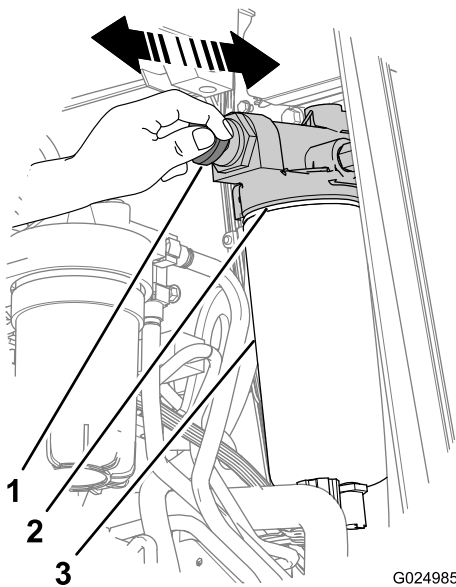

Bild 81
3. Reinigen Sie den Kopf der Kraftstoffpumpe und der Entlüftungspumpe mit einem schnell trocknendem Reinigungsmittel und Druckluft (Bild 81).
4. Drehen Sie den Griff der Entlüftungspumpe nach **links**, um ihn zu entsperren (Bild 81).
5. Pumpen Sie mit dem Entlüftungsgriff (Bild 81) so lange, bis Sie einen Widerstand spüren und der Griff nicht mehr gepumpt werden kann (ca. 140-150 Hube für Trockenfilter oder 20-60 Hube für vorgefüllte Filter).
6. Drehen Sie den Griff der manuellen Entlüftungspumpe nach rechts, bis er fest sitzt und arretiert ist (Bild 81).